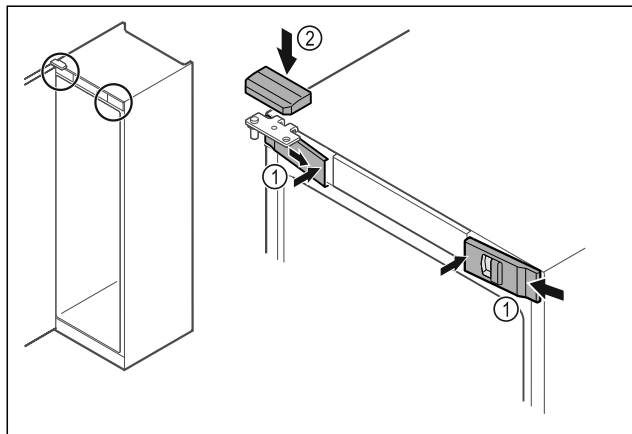

Fig. 44
- ▶ Aizkabiniet sānos priekšējos pārsegus Fig. 44 (1) un iekšpusē nofiksējiet.
- ▶ Nofiksējiet augšējo pārsegu Fig. 44 (2) no augšpuses.